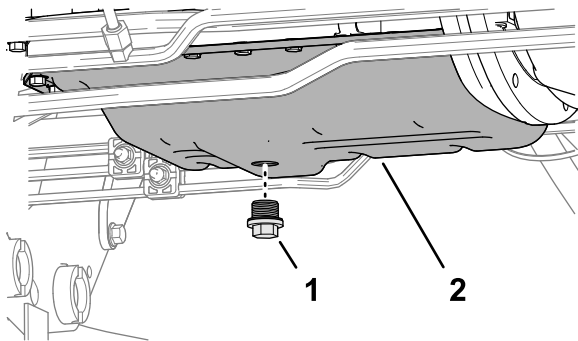

Figura 125
4. Scoateți bușonul de golire (Figura 125) și lăsați uleiul să curgă în tava de golire.